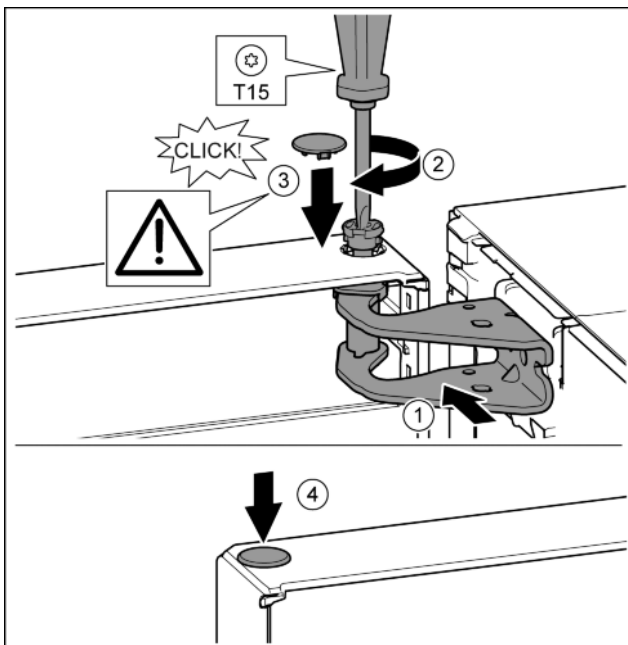

Fig. 18
- ▶ Deur boven uitlijnen op de opening in de lagerbus. Fig. 18 (1)
- ▶ Bouten aanbrengen en met schroevendraaier T15 vastschroeven. Fig. 18 (2)
- ▶ Veiligheidsafdekking voor de veiligheid van de deur monteren: Veiligheidsafdekking aanbrengen en controleren of deze op de deur rust. Anders bout volledig aanbrengen. Fig. 18 (3)
- ▶ Stop aanbrengen. Fig. 18 (4)